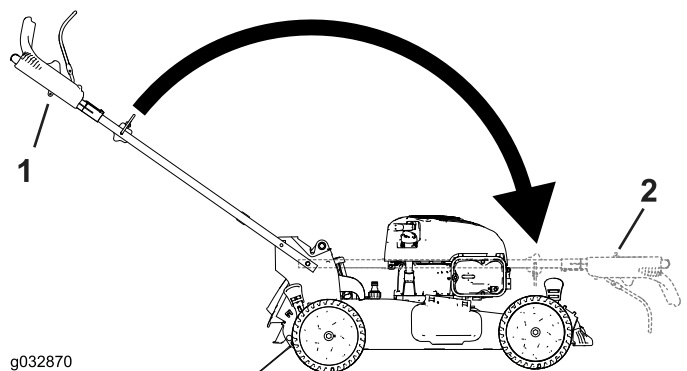

Bild 23
3. Klappen Sie den Holm zusammen, indem Sie ihn nach vorne drehen (Bild 23).